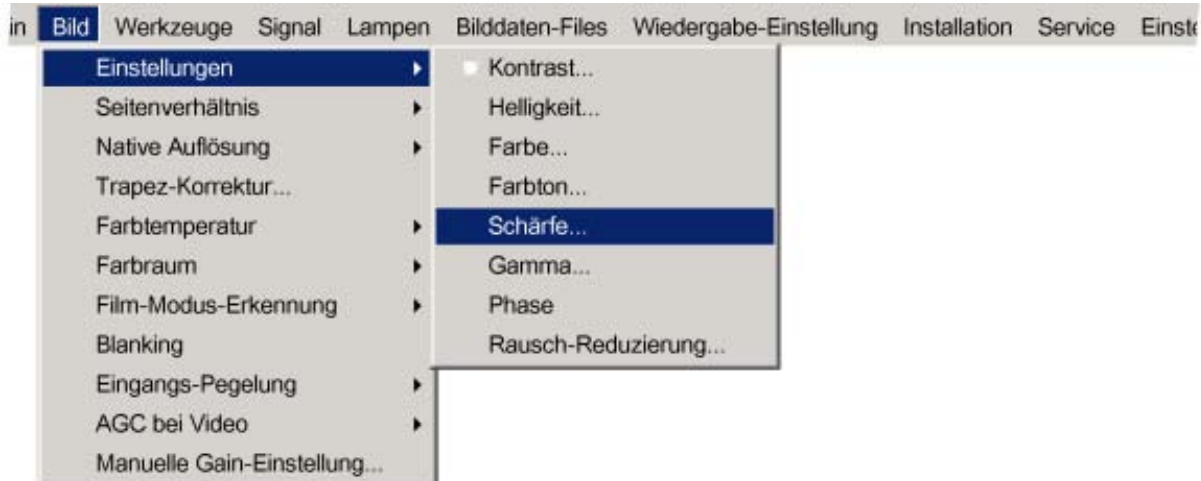

Abbildung 8-7
1. Drücken Sie die Taste **MENU**, um die Menüleiste zu aktivieren. (Abbildung 8-7)